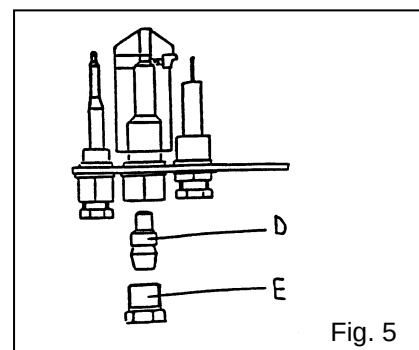

Fig. 5
5.2 Remplacement de l'injecteur du brûleur pilote (Fig. 5)